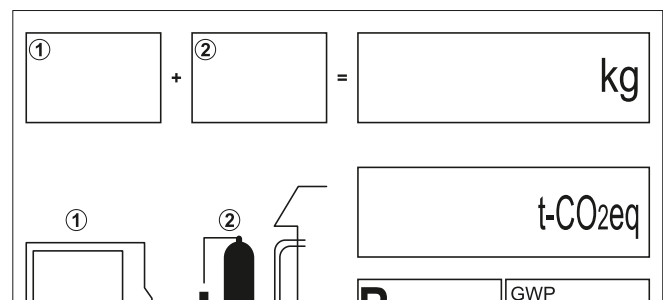

fig. 33 - Label bijvulling van R32
**Vermeld op het label op de buitenunit de hoeveelheid gas (fabriek + extra kosten) zie fig. 33.**